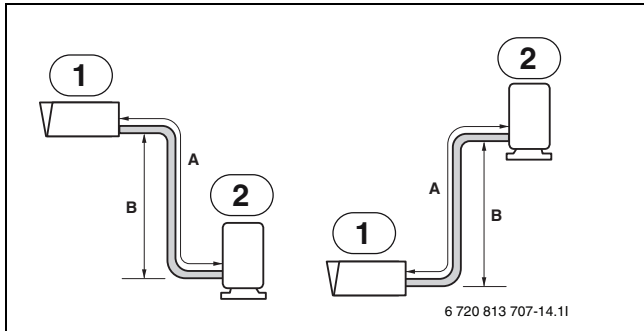

Fig. 15
2. Stabilire la direzione di posizionamento del tubo: verso il basso vedere (→fig. 15)